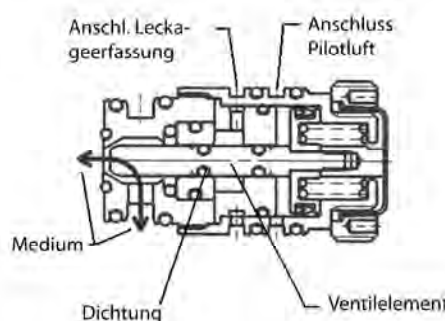

Abb. 12
- Das Ventil verfügt über einen Bereich für die Leckageerfassung, der Mediumsbereich und Pilotluftbereich trennt, siehe Abb. 12.